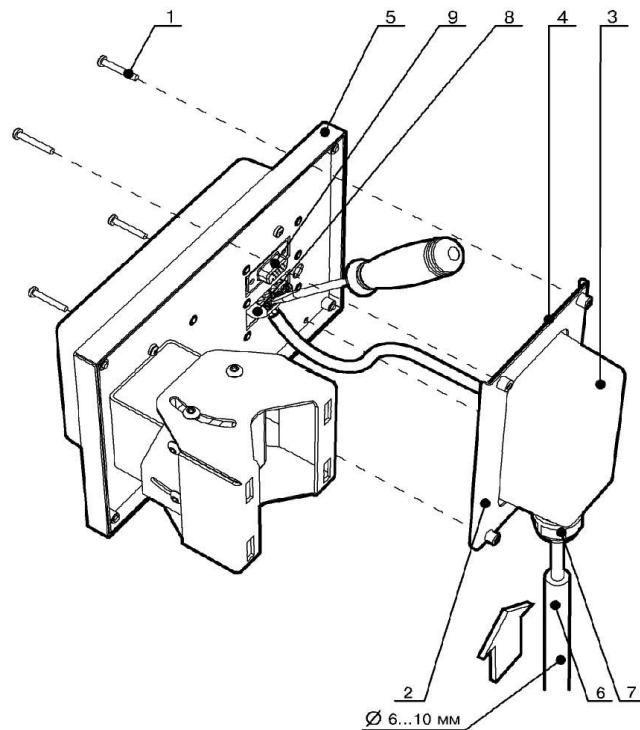
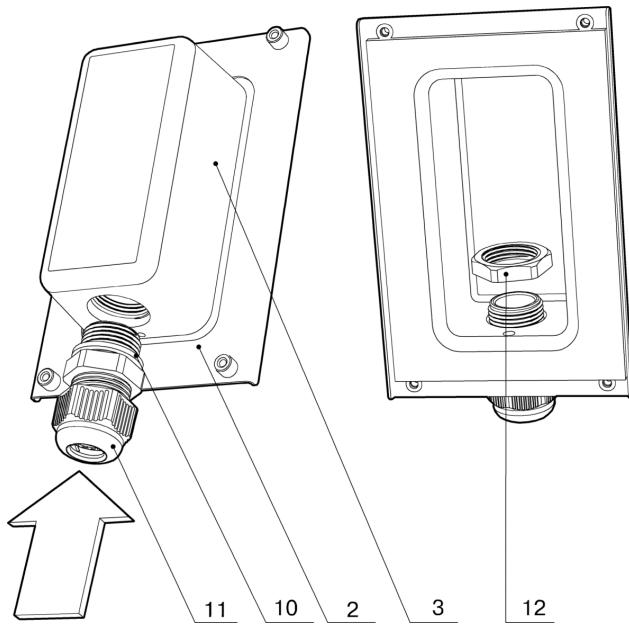

Рис. 9
Рис. 10
3. Вывинтить винты 1 из рамки 2 (Рис. 9). Отсоединить тыльную крышку 3 с приклеенной прокладкой из вакуумной резины 4 от основания 5.
4. Установить гермоввод 7 в тыльную крышку 3 в последовательности, показанной на Рис. 10. Прокладка 10 устанавливается снаружи крышки 3. Затянуть внутреннюю гайку 12. Ввести провода от блока питания и ШС в металлическую рукоятку 6 (Рис. 9) необходимой длины. Ввести провода и металлическую рукоятку в гермоввод 7 (Рис. 9).
10. Установить на место тыльную крышку 3 (Рис. 9, стр. 19).
Внимание!	Для обеспечения защиты от осадков тыльная крышка должна устанавливаться гермоводом 7 вниз, как показано на Рис. 9 (стр. 19).
11. Ввинтить винты 1 в рамку 2 (Рис. 9, стр. 19) и затянуть наружную гайку гермоввода (11 на Рис. 10, стр. 20).
При выключенном питании подключить кабель БН к разъему "Контроль" ПРМ (см. Рис. 9, стр. 19).
Выключить питание извещателя, отсоединить кабель БН от разъема "Контроль", установить на место тыльную крышку 3, ввинтить винты 1 в рамку 2 и затянуть гайку гермоввода 7 (Рис. 9, стр. 19).